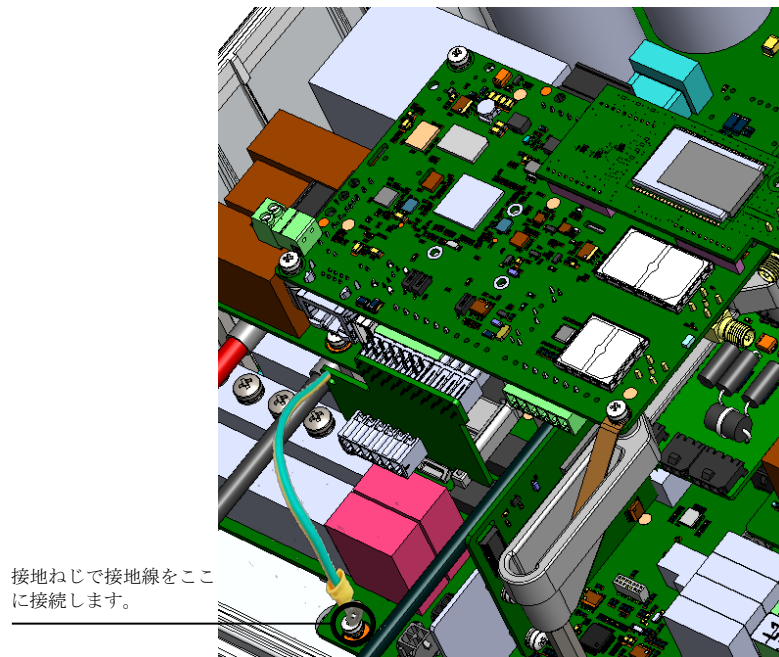

図 6 : 接地ねじ
- 通信基板の接地ねじを取り外します（図 6 参照）。サージ保護基板の接地線にある丸形端子を所定の位置に置き、接地ねじでサージ保護基板の接地線を締め付けます（トルク1.1 N*m）。